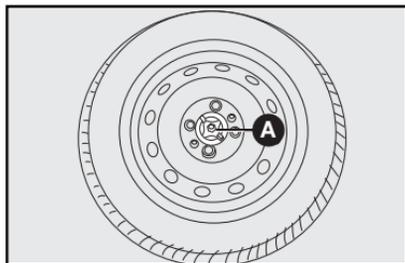

fig. 2
- Afloje el dispositivo de bloqueo **A-fig. 2**, saque la rueda de repuesto y el portaherramientas colocándolos junto a la rueda que debe sustituir.